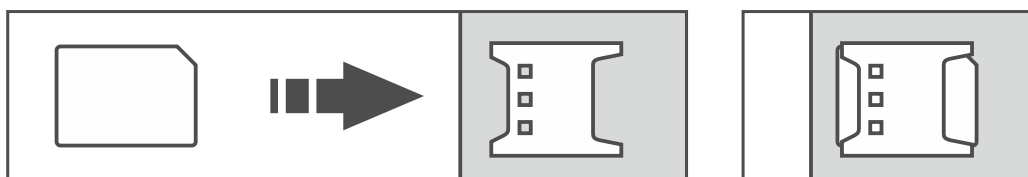

Fig. 17. Montaje de la tarjeta nano SIM.
3. Introduce la tarjeta/s SIM a la ranura/s (fig. 17).